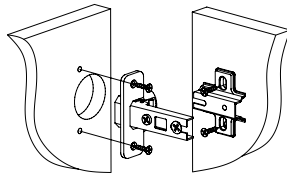

Рис.3
2. При помощи шурупов 3,5x16 установить петли на детали 1, 2 и ответные планки петель на детали 5, 6 (Рис. 3).